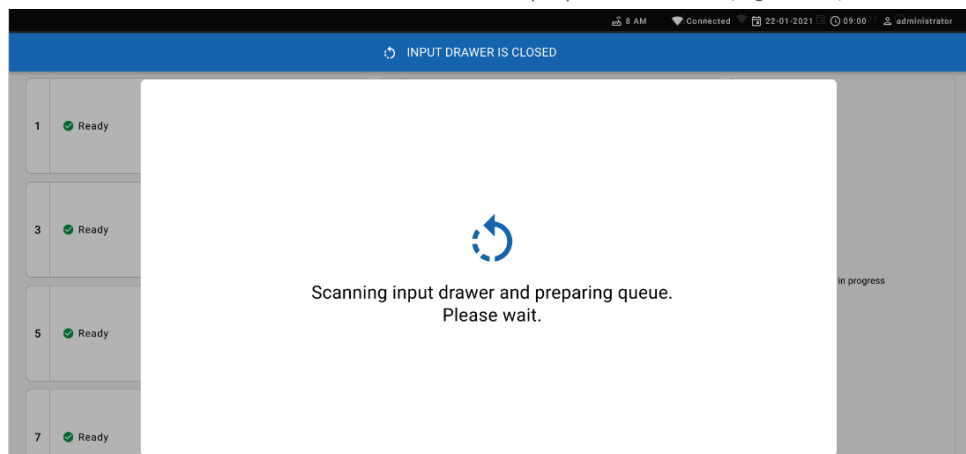

Figura 61. Schermata di preparazione coda.
13. Una volta che tutte le cartucce sono state scansionate e inserite, chiudere il cassetto di inserimento. Il sistema scansiona le cartucce e prepara una coda (Figura 61).